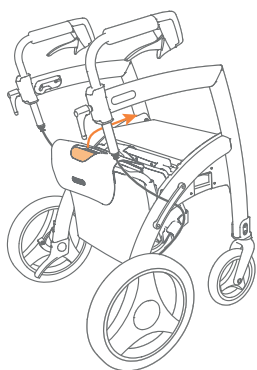

Figure 33: Tirer le dossier vers le haut et vers l'avant.
- b. Si vous voulez convertir le déambulateur en chaise roulante, dépliez le kit chaise roulante. Prenez la poignée du kit chaise roulante et tirez le dossier vers le haut et vers l'avant du Rollz Motion **(Figure 33)**.